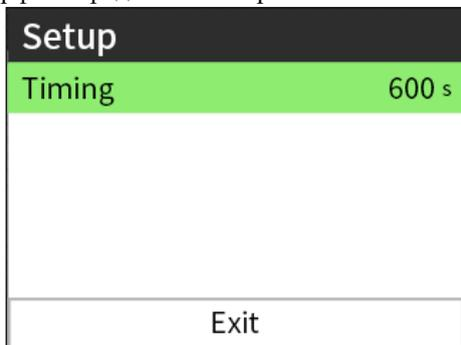
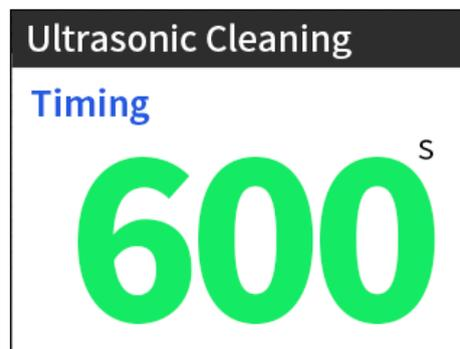

Рис. 5.5.1
Рис. 5.5.2
4. Выберите [Ultrasonic cleaning] в главном меню и установите время по необходимости (по умолчанию время очистки составляет 600 секунд), как показано на рис. 5.5.1. Нажмите кнопку [Run], рабочий интерфейс представлен на рис. 5.5.2.